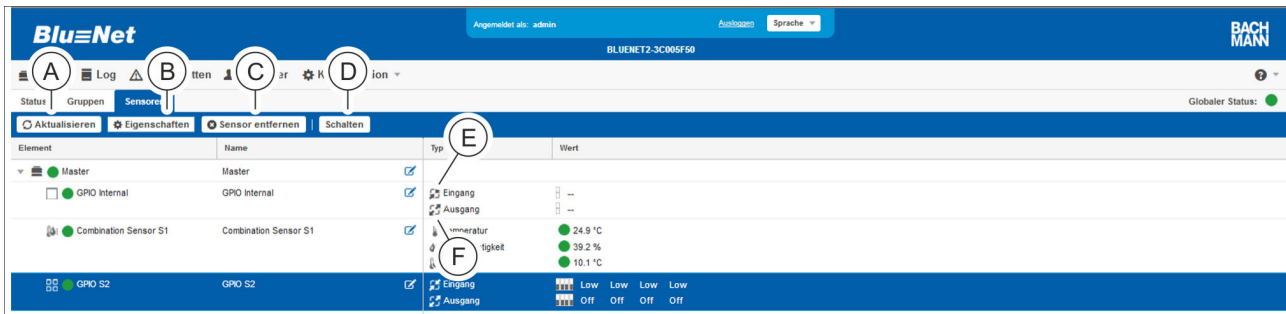

Abb. 115: Menü "Status" – Registerkarte "Sensoren" (GPIO-Modul)
3. ➤ GPIO-Modul auswählen (Abb. 115/Ⓔ).
4. ➤ Über die Schaltfläche „Eigenschaften“ (Abb. 115/Ⓔ) die Detailansicht aufrufen.
1. ➤ In der Detailansicht (Abb. 115) den jeweiligen Eingang bzw. Ausgang auswählen.
1. ➤ Schaltfläche „Schalten“ (Abb. 115/Ⓔ) auswählen.